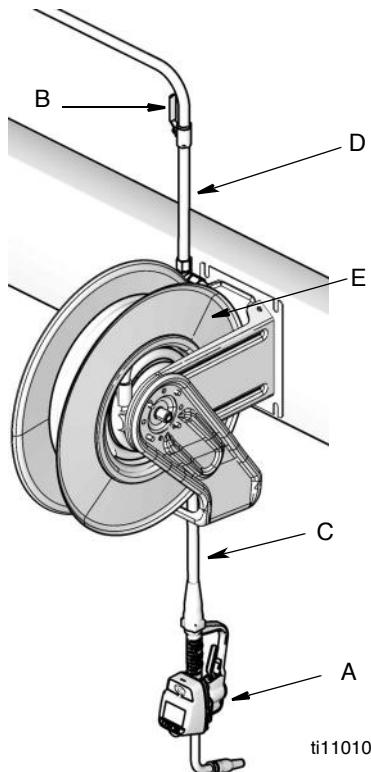

Рис. 13
## Стандартные установки (Рис. 13)
Стандартные установки, изображенные на Рис. 13, являются ориентировочными. Они не являются проектом реальной системы. За помощью в разработке системы, отвечающей вашим требованиям, обращайтесь к своему дистрибутору Graco.
2. Закройте жидкостный запорный клапан (В, Рис. 13).
1. Закройте жидкостной запорный клапан (В, Рис. 13 на стр. 11) на каждой раздаточной позиции.